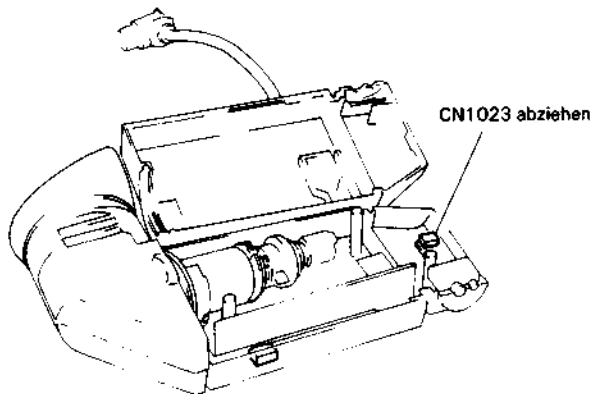

Abb. 2.125 Ausbau der Mikrofonbuchsen-Leiterplatte
Ausbau der Mikrofonbuchsen-Leiterplatte (Abb. 2.125)
2. Den Stecker CN023 abziehen (siehe Abb. 2.125).